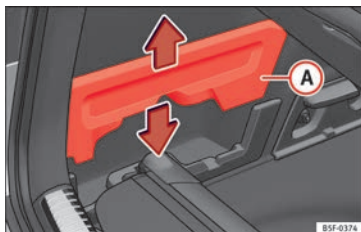

Abb. 122 Im Gepäckraum: Aufnahme zum Verstauen der Gepäckraumabdeckung.
- Entfernen Sie die Abdeckungen »» **Abb. 122** **A** links und rechts.